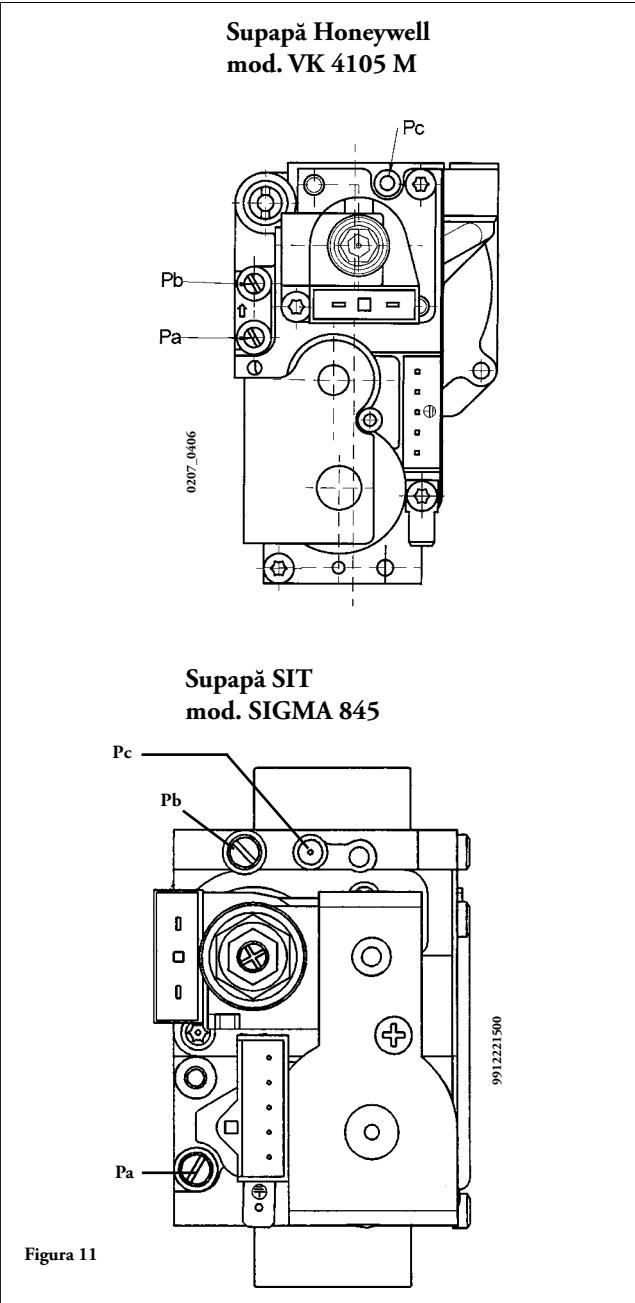

Figura 11
Procedura pentru a calibra regulatorul de presiune poate varia în funcție de supapa pentru tipul de gaz montată (HONEYWELL sau SIT; vezi figura 11).
- conectați punctul de testare a presiunii pozitive al unui manometru diferențial (dacă e posibil, pe bază de apă) la punctul de testare a presiunii de la supapa de gaz (Pb) (Figura 11); numai pentru modelele cu cameră etanșă: conectați punctul de testare a presiunii negative al unui manometru la un racord în "T" pentru a cupla orificiul de reglare al centralei, orificiul de reglare al supapei de gaz (Pc) și manometrul. (Aceeași măsurătoare poate fi efectuată conectând manometrul la punctul de testare a presiunii (Pb) după ce a fost scos panoul frontal al camerei etanșe); Dacă măsurăți presiunea arzătoarelor într-un mod diferit, puteți obține un rezultat diferit, deoarece presiunea joasă creată în camera etanșă de către ventilator nu ar fi luată în calcul.
- verificați ca presiunea dinamică de alimentare a centralei, măsurată la punctul de testare a presiunii de la supapa de admisie gaz (Pa) (Figura 11) să fie corectă (**37 mbar** pentru gaz propan G.31, **20 mbar** pentru gaz natural G20);